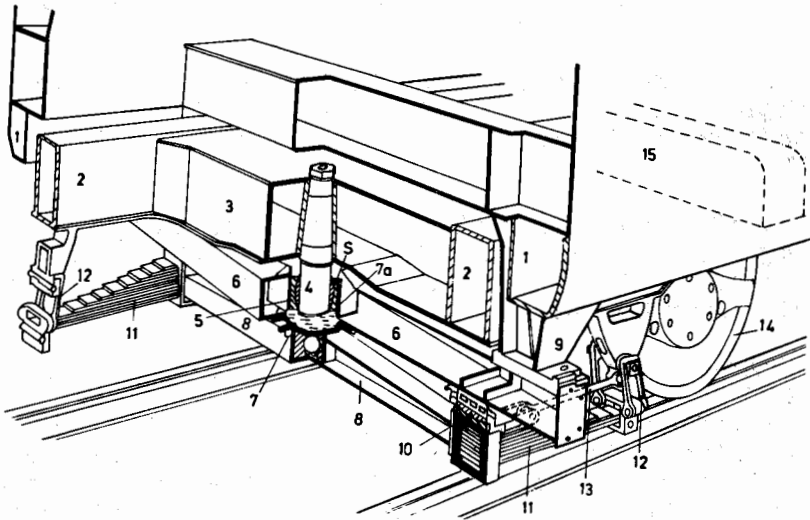

Fig. 3.
Lokomotivkassen er en selvbærende konstruksjon i sveiset utførelse og veier inklusiv elektrisk del ca. 36 tonn. Kassens opplagring på boggiene framgår av fig. 3. Den er opplagt på 4 punkter hvor bæreknektene (9) gjennom tverrbjelken (bolsterbjelken) (6) overfører lokomotivkassens vekt til 4 stk. bladbærefjærer (bolsterfjærer) (11) over sfærisk støttelager (10) som ligger i støvtett oljebad.